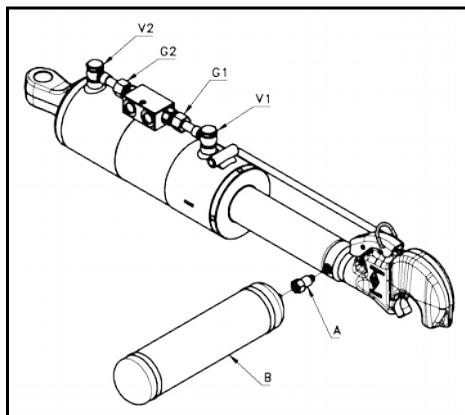

Fig. 12
- 5 allentare la valvola di blocco: allentare con cautela i dadi G1 e G2 (fig.12/13) finché è possibile ruotarli a mano. Successivamente allentare anche le viti V1 e V2 (fig.12/13).
- 2 avvitare la bombola: avvitare a mano la bombola (B) art. 3ACP110 (Fig.12) all'adattatore fino all'apertura della valvola;
- 4 rimuovere la bombola: svitare a mano la bombola (B) art. 3ACP110 (Fig.12) dall'adattatore.
- 1 Ripristinare la valvola di blocco: procedere al serraggio iniziale delle viti v1 e v2 (fig.12/13) con una coppia di 40nm. Serrare i dadi G1 e G2 con una coppia di 35Nm.